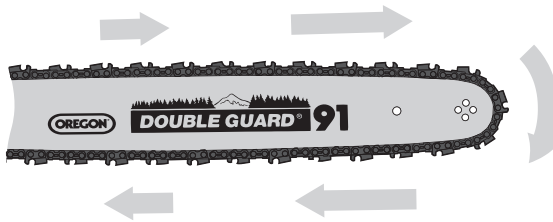

Рисунок 4. Розташування ланцюга на напрямній шині.
– тримаючи ланцюг обома руками, розташувати його вздовж напрямної, орієнтуючи його за напрямком руху (рис. 4) та ввести ланцюг в зачеплення з веденою зірочкою на «носку» напрямної (рис. 4);